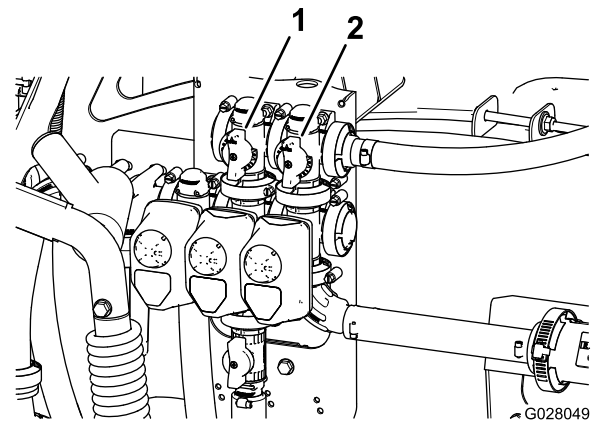

Figura 24
11. Ajuste la válvula de desvío de agitación (Figura 24), situada en la parte trasera de la válvula de
9. Ajuste la palanca de la válvula maestra de desvío para controlar la cantidad de agitación en el depósito (Figura 24).